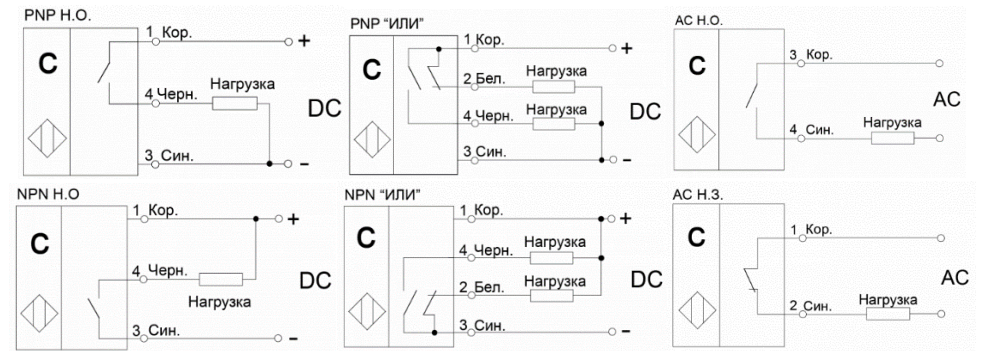

Рисунок 2 - Варианты схем подключения выключателей
3.3 Выключатели включаются в электрическую цепь по 2-х, 3-х или 4-х проводной схеме (Рис.2). Соответствие выводов и схема подключения указаны в маркировке выключателя.